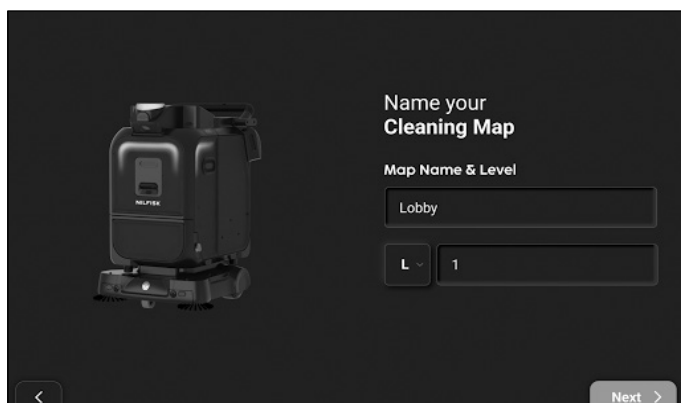

Abbildung 25
2. Geben Sie den Namen und die Ebene der Karte ein und klicken Sie dann auf „Weiter“ (**Abb. 25**).